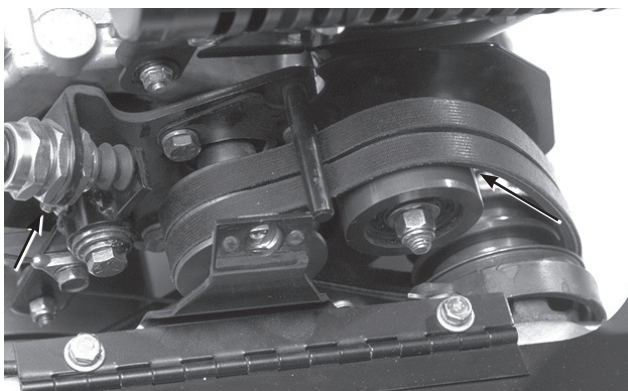

図27
- ・ ベルト・アイドラのピボット (2ヶ所) (図27)。